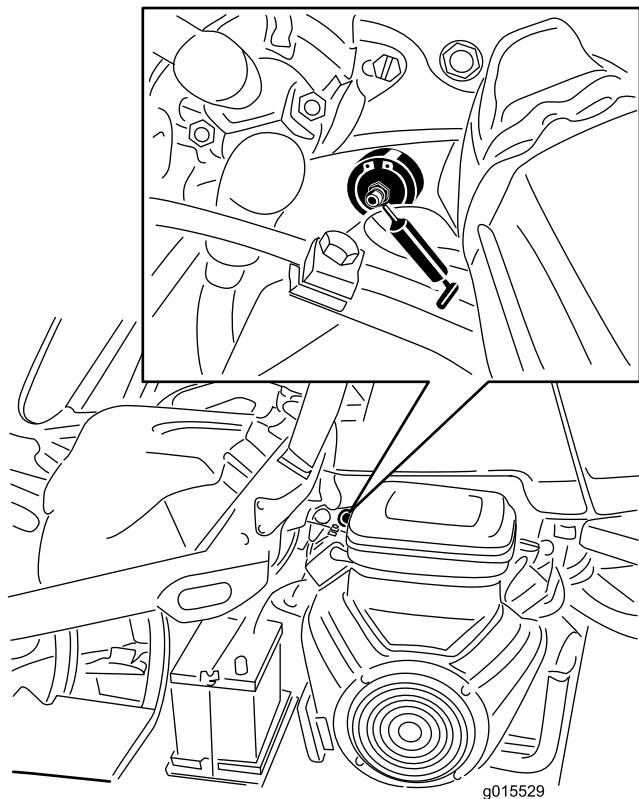

Figura 40
1. Limpe o copo de lubrificação para impedir a infiltração de resíduos nas bielas e buchas (Figura 40).